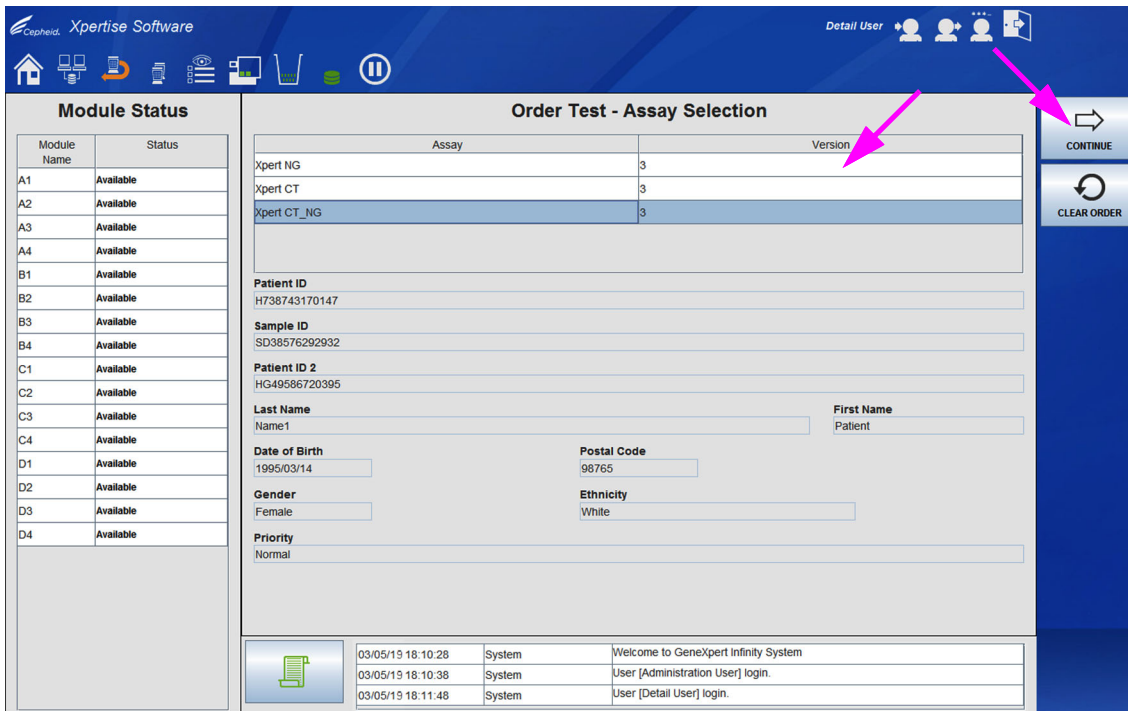
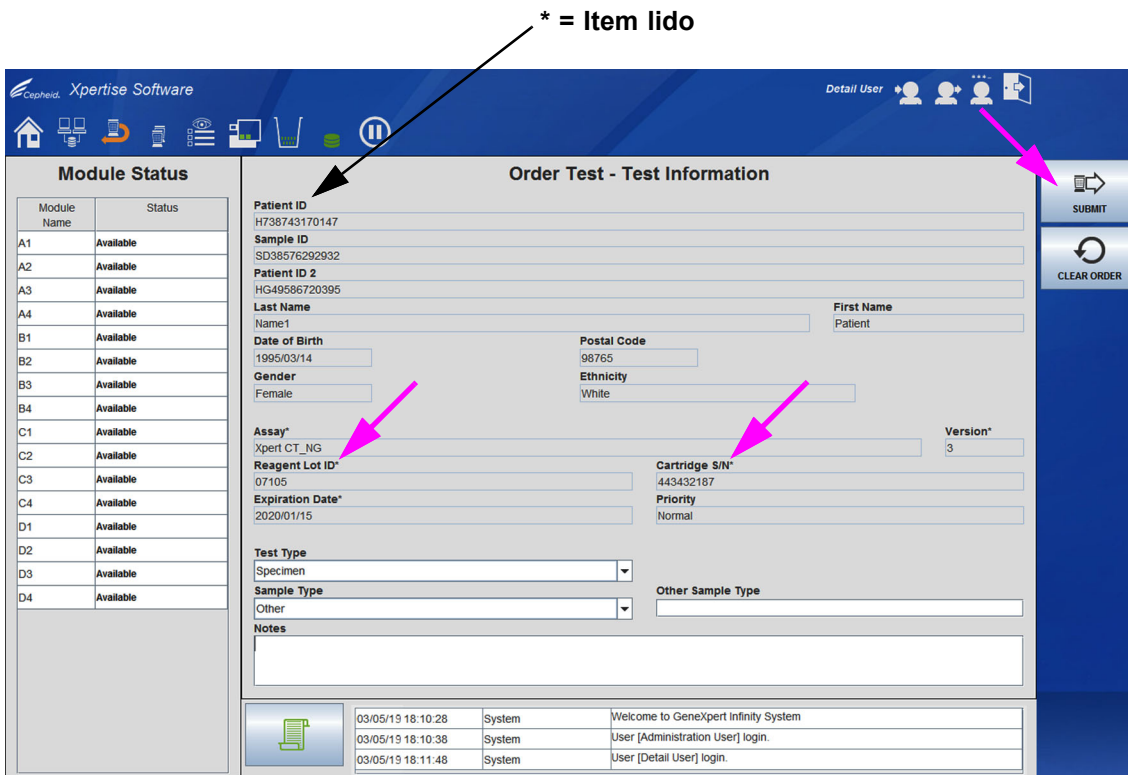
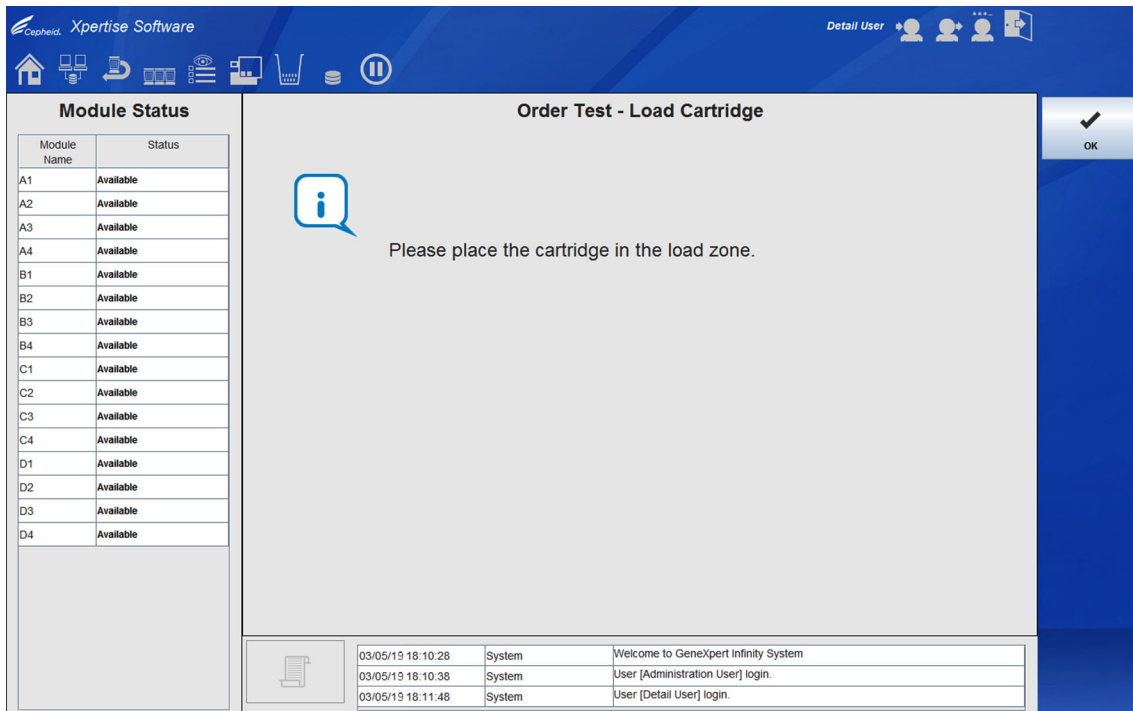
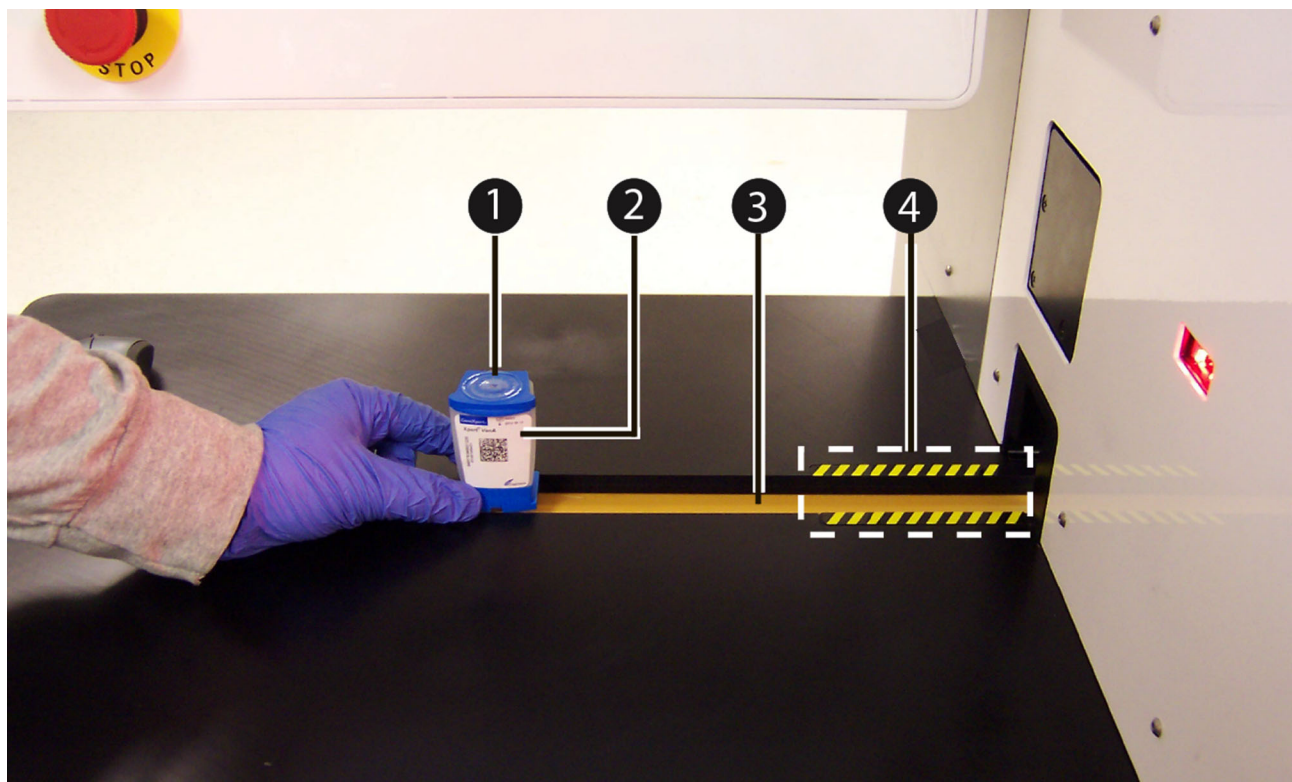

Figura 5-34. Área de trabalho Order Test (Pedir teste) – Assay Selection (Seleção de ensaio)
Figura 5-35. Área de trabalho Order Test (Pedir teste) – Test Information (Informação do teste) com prioridade definida para Normal
Figura 5-36. Área de trabalho Order Test (Pedir teste) – Load Cartridge (Carregar cartucho)
Figura 5-38. Colocar o cartucho no tapete rolante
5. Como ilustrado na Figura 5-33, leia o código de barras do cartucho (Item n.º 1) com o leitor de códigos de barras do quiosque (Item n.º 2). Para ensaios com testes múltiplos, será apresentada a área de trabalho Order Test (Pedir teste) – Assay Selection (Seleção de ensaio) (ver Figura 5-34). Para ensaios com teste único, será apresentada a área de trabalho Order Test (Pedir teste) – Test Information (Informação do teste). Ver Figura 5-35.
6. Apenas para ensaios com testes múltiplos (ver Figura 5-34), selecione o ensaio que vai ser utilizado para o teste e selecione o botão **CONTINUE (CONTINUAR)**. É apresentada a área de trabalho Order Test (Pedir teste) – Test Information (Informação do teste). Ver Figura 5-35.
7. Reveja as informações da área de trabalho Order Test (Pedir teste) – Test Information (Informação do teste) (ver Figura 5-35). As entradas com um asterisco (*) junto ao item foram lidas em vez de introduzidas manualmente. Introduza informações opcionais no campo de notas ou altere o **Test Type (Tipo de teste)** se estiver a executar um controlo de qualidade externo e, em seguida, seleccione o botão **SUBMIT (ENVIAR)** ou seleccione o botão **CLEAR ORDER (LIMPAR PEDIDO)** se não quiser pedir um teste. A área de trabalho Order Test (Pedir teste) – Load Cartridge (Carregar cartucho) é apresentada. Ver Figura 5-36.
- Tal como indicado na área de trabalho Order Test (Pedir teste) – Load Cartridge (Carregar cartucho) (ver Figura 5-36) e ilustrado na Figura 5-38, carregue (ou coloque) o cartucho (item n.º 1) na zona de carregamento do tapete rolante (item n.º 3), fora das riscas amarelas e pretas (item n.º 4). Certifique-se de que coloca o cartucho no tapete rolante com a etiqueta (item n.º 2) virada para si.